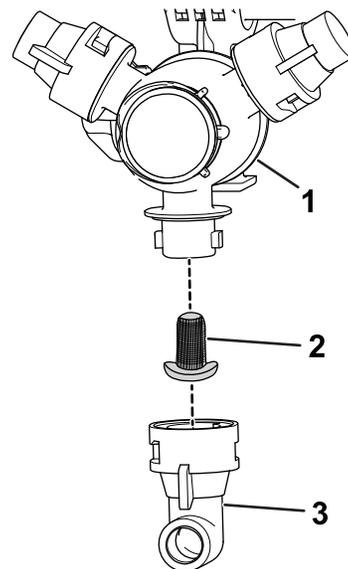

Рисунок 52
2. Снимите сопло с поворотной распылительной головки (Рисунок 52).
3. Снимите фильтр сопла (Рисунок 52).
5. Установите фильтр сопла (Рисунок 52).
6. Установите сопло на поворотную распылительную головку (Рисунок 52).